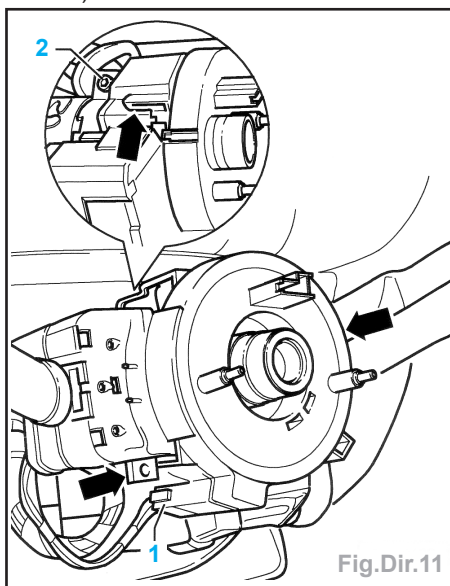

Fig.Dir.11
- Desserrez la vis de blocage (2) et déposer le contacteur de colonne de direction (Fig. Dir.11).